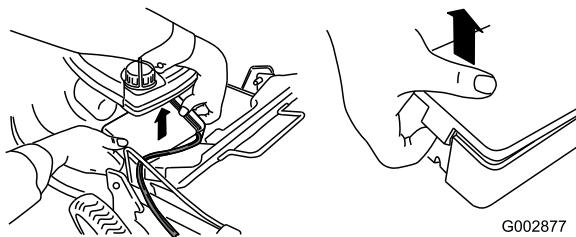

Figure 38
1. Dégarez les deux extrémités du couvercle de la batterie et déposez le couvercle (Figure 38).